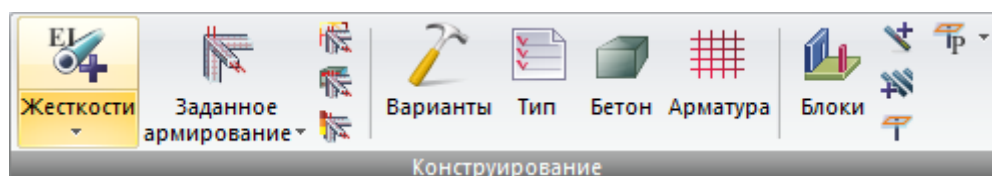

Рис. 115. Панель **Конструирование**
- **Конструирование** (рис.115) – операции, связанные с редактированием жесткостей и материалов, работа с вариантами проектирования, создание конструктивных блоков, конструктивных элементов и унифицированных групп.
Панель **Конструирование** (рис.115) содержит следующие команды: